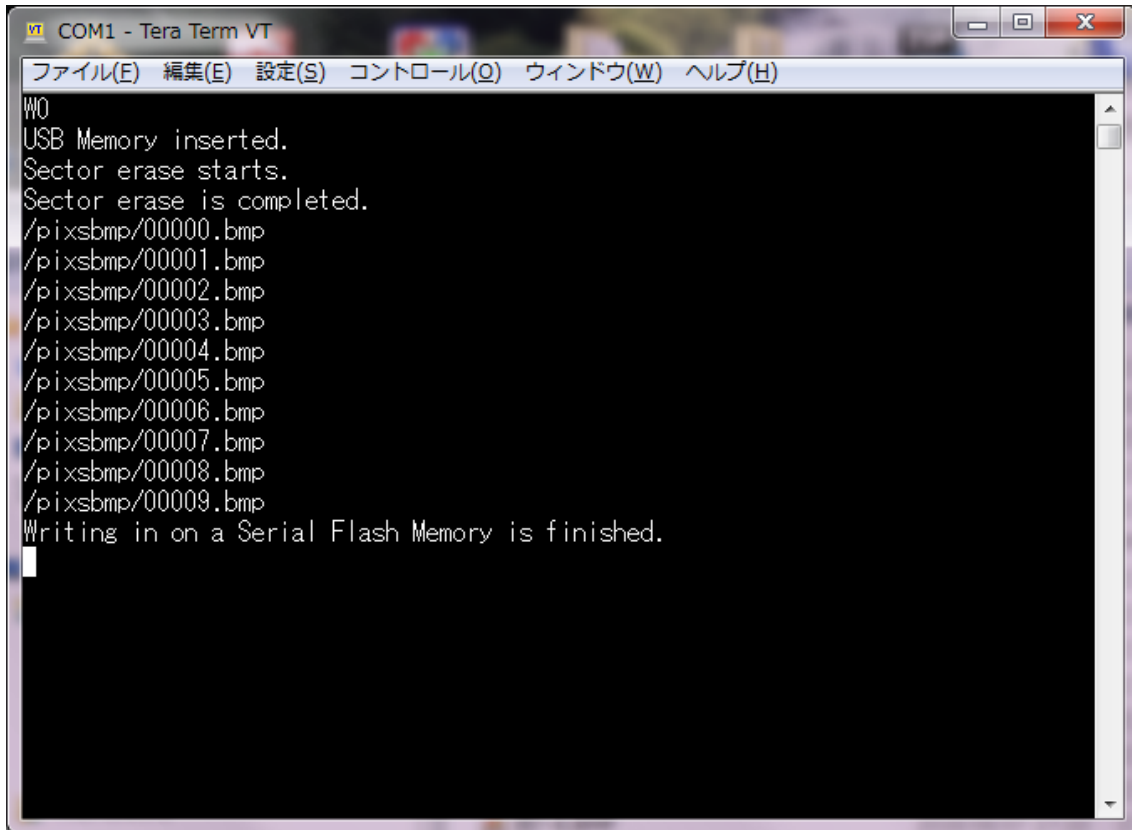

図 6-1
- (1) 項目 6-1 の内容に従って、BMP 画像データを入れた USB メモリを用意します。
- (2) USB メモリを挿入します。
- (3) TeraTerm 等の通信ソフトを起動し、通信設定を行います。
- (4) 図 6-1 の様に “W0” と文字を入力した後、リターンキーを押して文字を送信します。
登録処理が正常に完了しますと、図 6-1 の様に “Writing in on a Serial Memory is finished.” と表示されます。